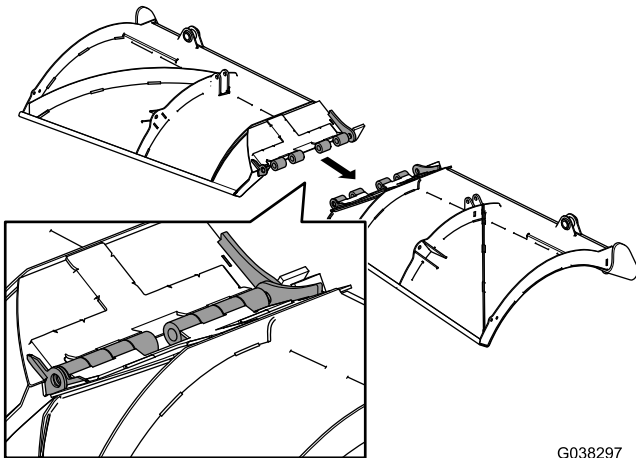

Figure 1
1. Posez les lames gauche et droite, face vers le bas, et joignez-les de sorte que les charnières s'enclenchent et que les bords de coupe soient de niveau (Figure 1).